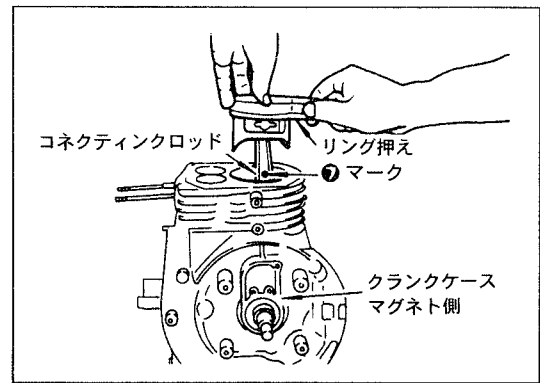

Fig.19
- (C) コネクティングロッドの組込みはFig19のようにピストンリングガイドでおさえ（リングガイドがない場合はピストンリングを指先で押しながら木片等で軽くピストン上部をたたき押し込みます）コネクティングロッドの⑦マーク又はMAGマークをフライホイールマグネット側にして組付けます。